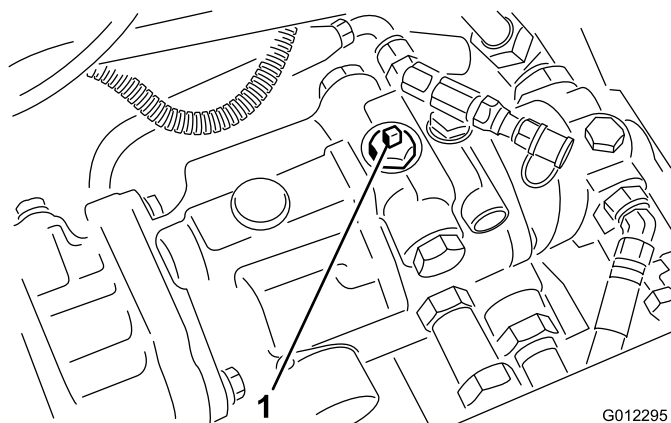

Figure 21
3. Tournez la vanne de dérivation de 90 degrés (Figure 21).